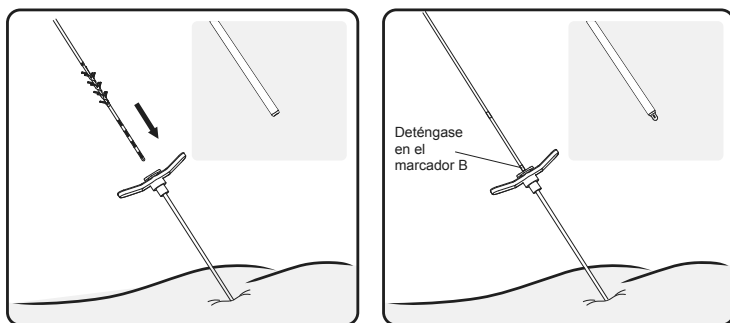

Figura 13. Inserte el electrodo a través de la vaina introductora.
8. Inserte con cuidado el electrodo dentado (con el estilete) en la vaina introduidora hasta que el marcador visual B del electrodo dentado esté alineado con la parte superior del mango de la vaina introduidora. Confirme mediante radioscopia que todos los latiguillos del electrodo están proximales a la punta distal de la vaina (**Figura 13**).